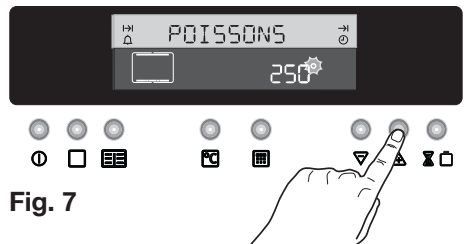

Fig. 7
3. Réglez la température à 250°C en utilisant la touche **⚠** (Fig. 7).